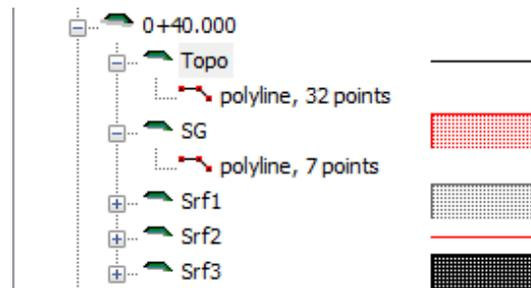

Figura 27-3 Editor de Secciones con Polilínea SG Seleccionada
12. Presione el botón  cerca a sección. Haga clic en el *más* cerca a SG. Seleccione polilínea, 7-point (Figura 27-3).